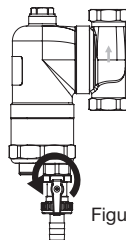

Figura 5
3. Realizar el procedimiento de descarga habitual a través de la llave de drenaje ubicada en la parte inferior (Figura 5)